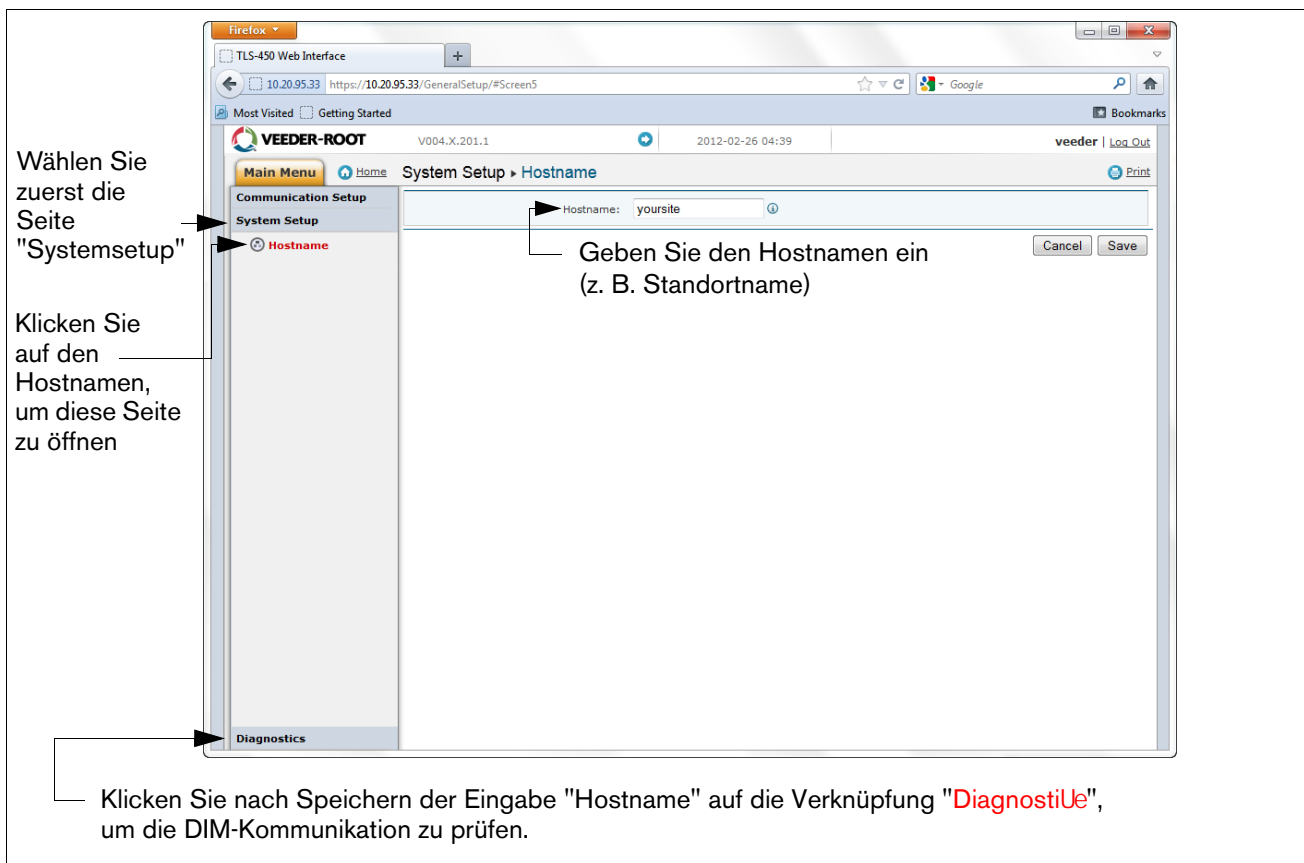

Abbildung A-9. Hostnamen eingeben
11. Wählen Sie die Seite "EkefW E Wgb" und geben Sie den Hostnamen ein. Klicken Sie anschließend auf die Schaltfläche "E Shw" (siehe Beispiel in Abbildung A-9.). Es wird empfohlen, den Netzwerknamen zu verwenden, der vom Netzwerkadministrator zugewiesen wurde oder einen anderen Namen, der den Standort identifiziert. Klicken Sie auf dieser Seite auf die Verknüpfung "DiagnostiUe" (unten links).